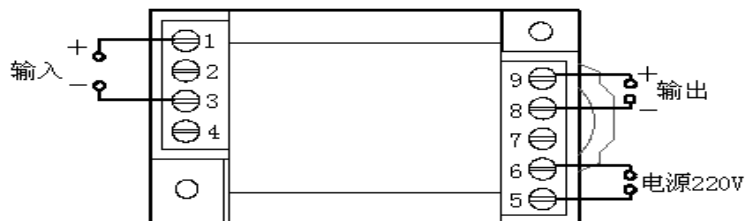

图 6 CE-F01-*9MS3 接线图
- ③ 使变送器卡口套在安装导轨上；
- ④ 松开弹簧销，变送器即卡在安装导轨上。
- ① 按图 6 中的螺孔位置在固定板上攻丝 M3 螺钉孔；
- ② 使用 M3 的螺钉拧入螺钉孔中固定。